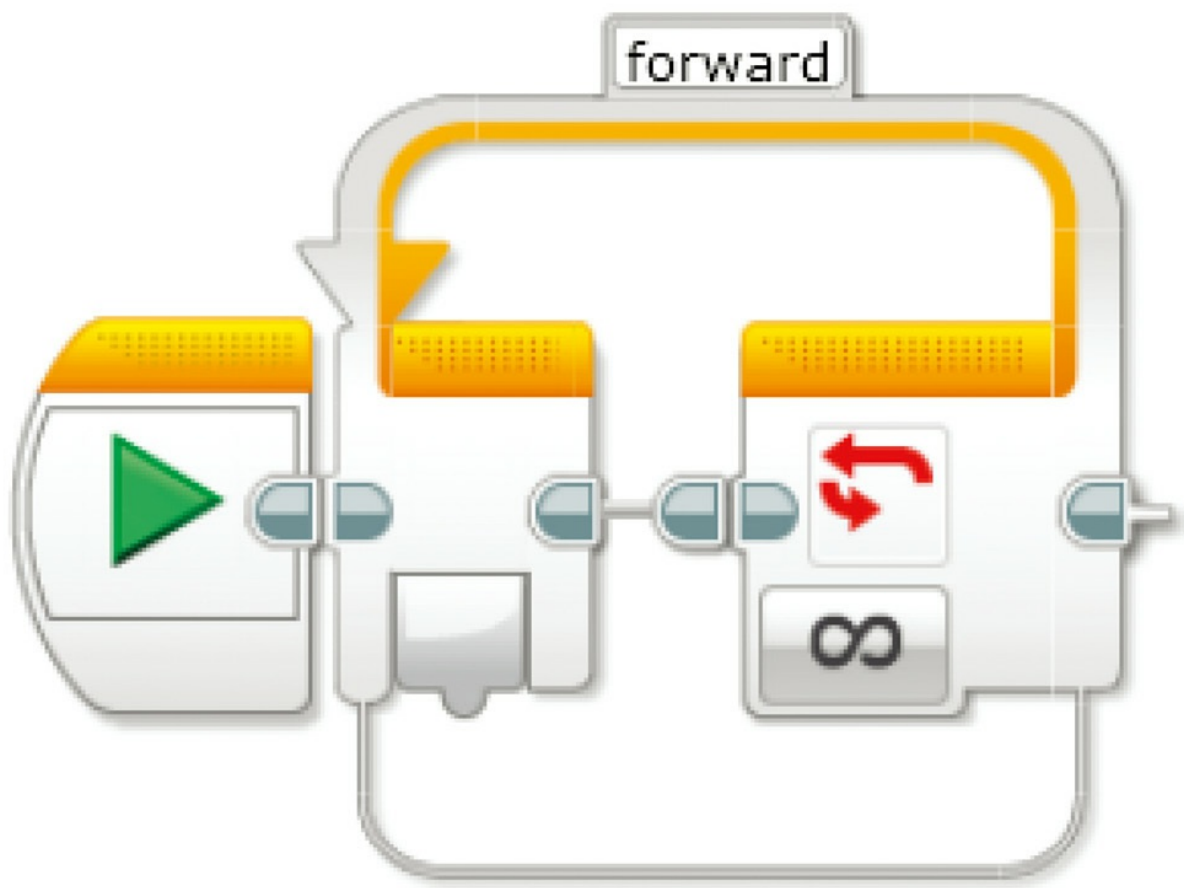

图9.25 重命名循环模块
3. 这个项目会使用4个不同的循环模块，而且它们看起来很相像。因此，为了避免混淆，请单击顶部的“1”，然后为这个模块键入一个新名字。我们给现在这个模块命名为“forward”（前进），如图9.25所示。